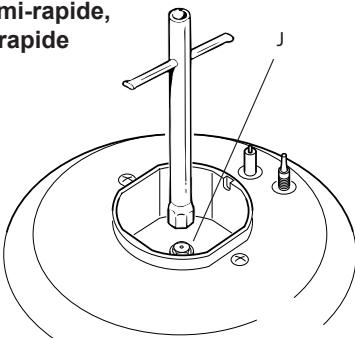

Fig. 2.2a
- A l'aide d'une clé plate, remplacer les injecteurs "J" (figs. 2.2a, 2.2b, 2.2c) par ceux qui conviennent au gaz que l'on va utiliser.